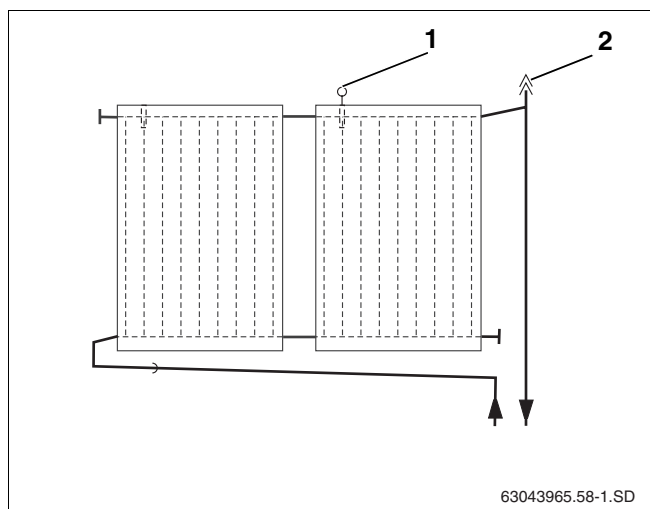

fig. 54 Imagem da câmara de ar com dispositivo de purga para ligação de impulsão
Quando pretender purgar a instalação solar com o dispositivo de purga automática (acessório) na parte mais alta da instalação, deve instalar a tubagem de impulsão com uma inclinação em relação à purga (fig. 54, **item 2**) e a tubagem de retorno com uma inclinação em relação ao campo de colectores (fig. 54).